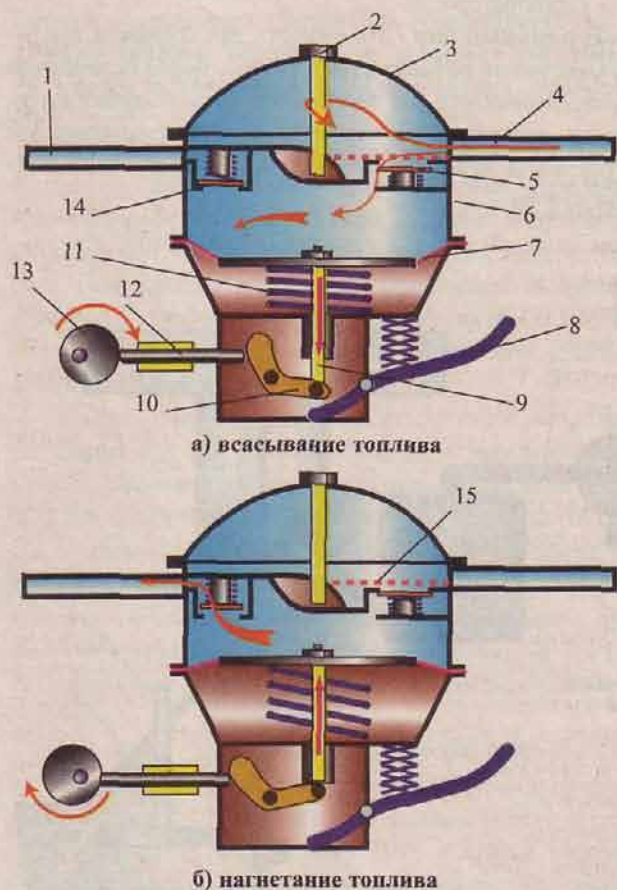

Рис. 14 Схема работы топливного насоса.
**Топливный насос** - предназначен для принудительной подачи топлива из бака в карбюратор. Насос состоит из (рис. 14): корпуса, диафрагмы с пружиной и механизмом привода, впускного и нагнетательного (выпускного) клапанов. В нем также находится сетчатый фильтр для очередной - четвертой ступени очистки бензина.